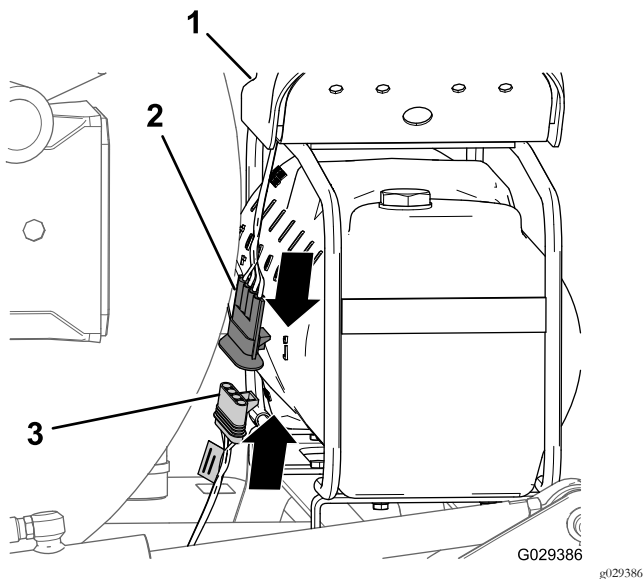

Figura 120
1. No final da secção de 236 cm da cablagem, alinhe o conector de quatro tomadas da cablagem do kit de acabamento com o conector de quatro pinos da cablagem do compressor (Figura 120).
2. Instale o conector de quatro pinos no conector de quatro tomadas (Figura 120).